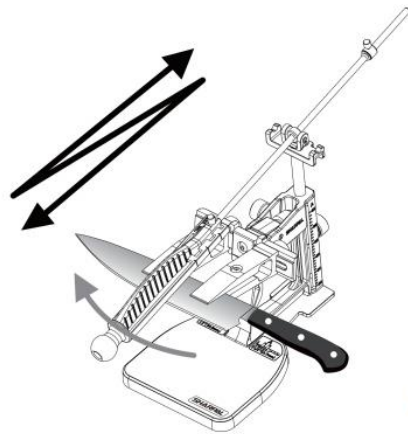

Fig. 14
2. Üben Sie leichten Druck mit langen, gleichmäßigen Zügen aus und beginnen Sie an der Ferse der Klinge. Führen Sie die Schleifplatte entlang der Schneide hin und her bis zur Spitze. Stoppen Sie an der Klingenspitze (siehe Fig. 14).